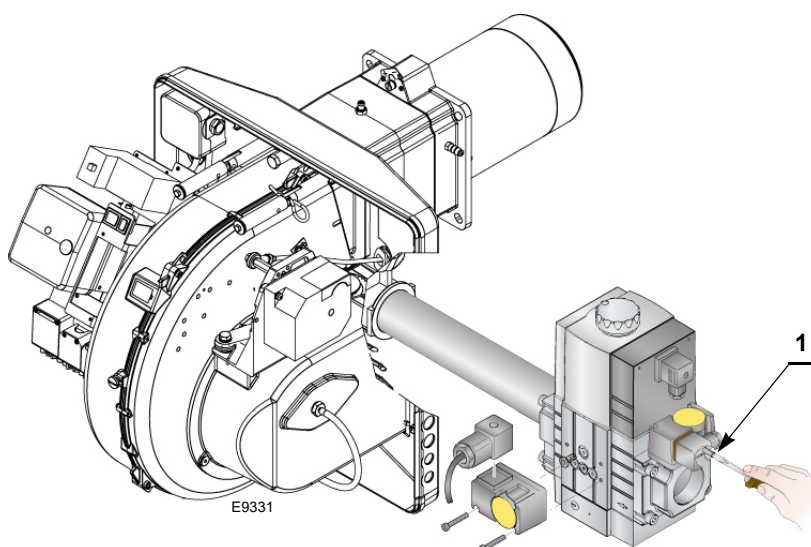

Abb. 25
- Prüfen Sie den Gasversorgungsdruck durch Anschließen eines Druckmessers an die Druckentnahmestelle 1)(Abb. 25) des Minimal-Gasdruckwächters: er muss geringer als der maximal zulässige Druck der Gasarmatur sein, der auf dem Kennschild der technischen Daten angegeben ist.
- Entlüften Sie die Leitung der Gasarmatur, indem Sie eine Kunststoffleitung an die Druckentnahmestelle 1)(Abb. 25) des Minimal-Gasdruckwächters anschließen.